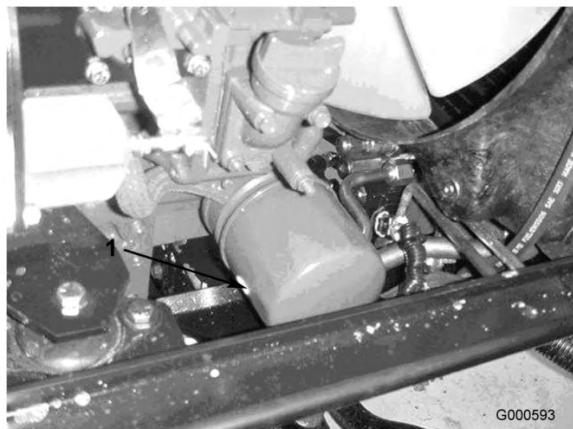

Figure 36
2. Déposez le filtre à huile (Figure 36). Appliquez une fine couche d'huile propre sur le joint du filtre de rechange avant de le visser en place. Ne serrez pas excessivement.